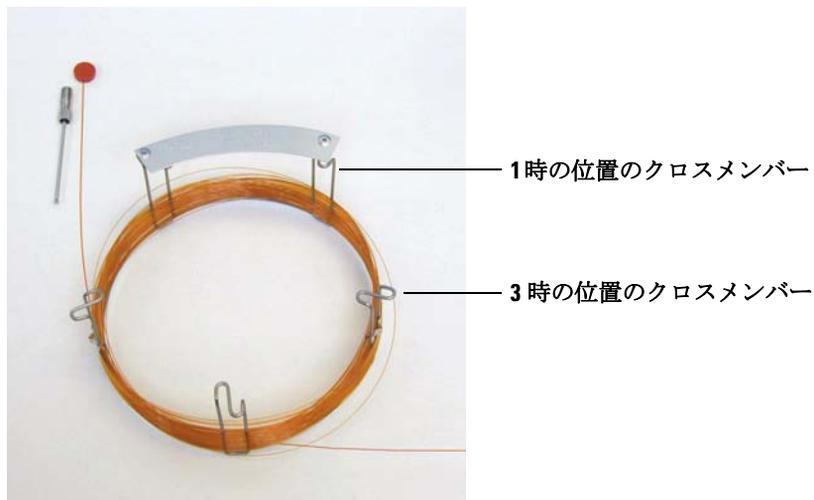

図 3 両端のループ出口側を2周分伸ばした状態のカラム
- 2 カラム出口側にあるセプタムのキャップを外し、カラムを2周分伸ばします。図 3 を参照してください。